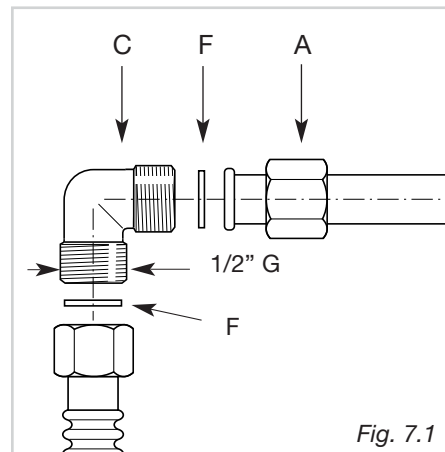

Fig. 7.1
A junção do fogão está constituído pelos seguintes elementos (fig. 7.1):
- ✓ As juntas F (fig. 7.1) são os elementos que garantem a vedação da conexão do gás. Sugere-se a sua substituição quando os mesmos apresentassem também a mínima deformação.